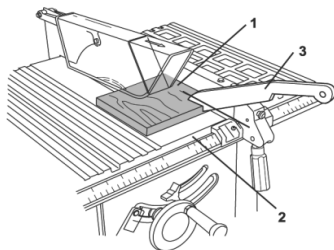

Fig. 22 – Corte longitudinal com instrumento auxiliar
2. Coloque a peça (1) a ser cortada sobre a mesa (2) e deslize a mesma até que ela fique posicionada a 25 mm de distância da lâmina;
5 - Sempre mantenha as mãos fora da base da máquina, quando as mãos forem se aproximar da base da máquina (2), termine o corte com o instrumento auxiliar para corte de peças pequenas (3), fig. 22.